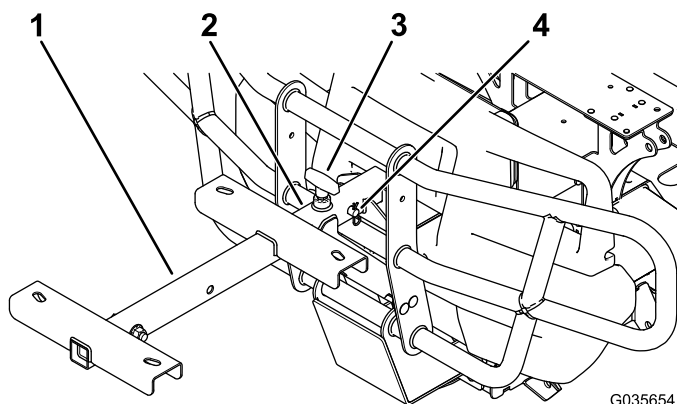

Figura 2
3. Allentate la maniglia a T sull'accessorio dell'attacco di traino anteriore (Figura 2).
4. Inserite il supporto del tubo nell'accessorio dell'attacco di traino anteriore e fissatelo con il perno con testa ( $\frac{1}{2}$ " x 2") e la coppiglia (Figura 2).
5. Serrate la maniglia a T sull'accessorio dell'attacco di traino anteriore (Figura 2).